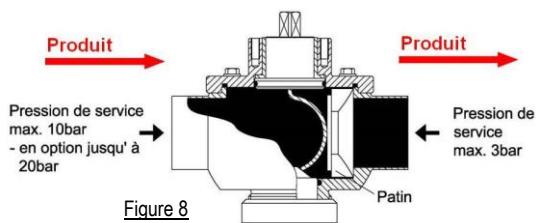

Figure 8
Température	Pression max. (voir la figure 8)
- Positionner le patin de la vanne de manière à ce que le fluide appui toujours le patin contre la sortie de la vanne (voir la figure 8)